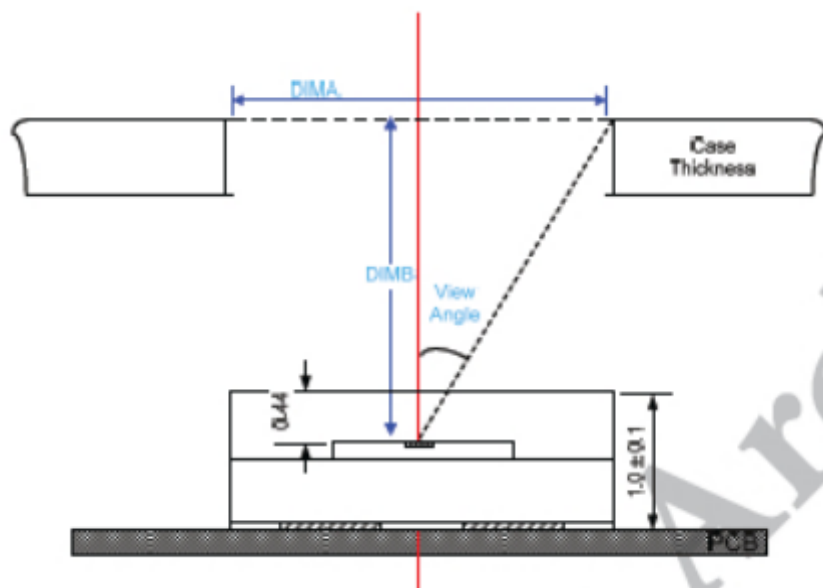

图19-6
- 光传感器表面接收到的光照值大小由TP丝印孔尺寸大小及油墨透光率决定，入射角度需大于±30度，如图19-6，具体计算公式及参考数值请参考《Capella_ALS结构设计指南》。